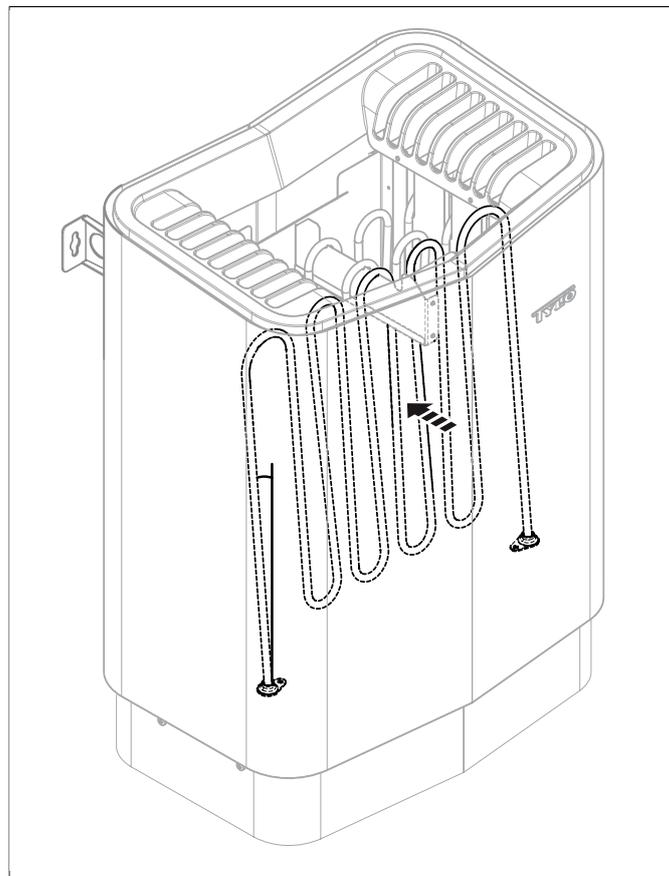

Fig 7: Incliner les résistances
2. Incliner les résistances pour faciliter la sortie des pierres voir Fig 7, page 4.